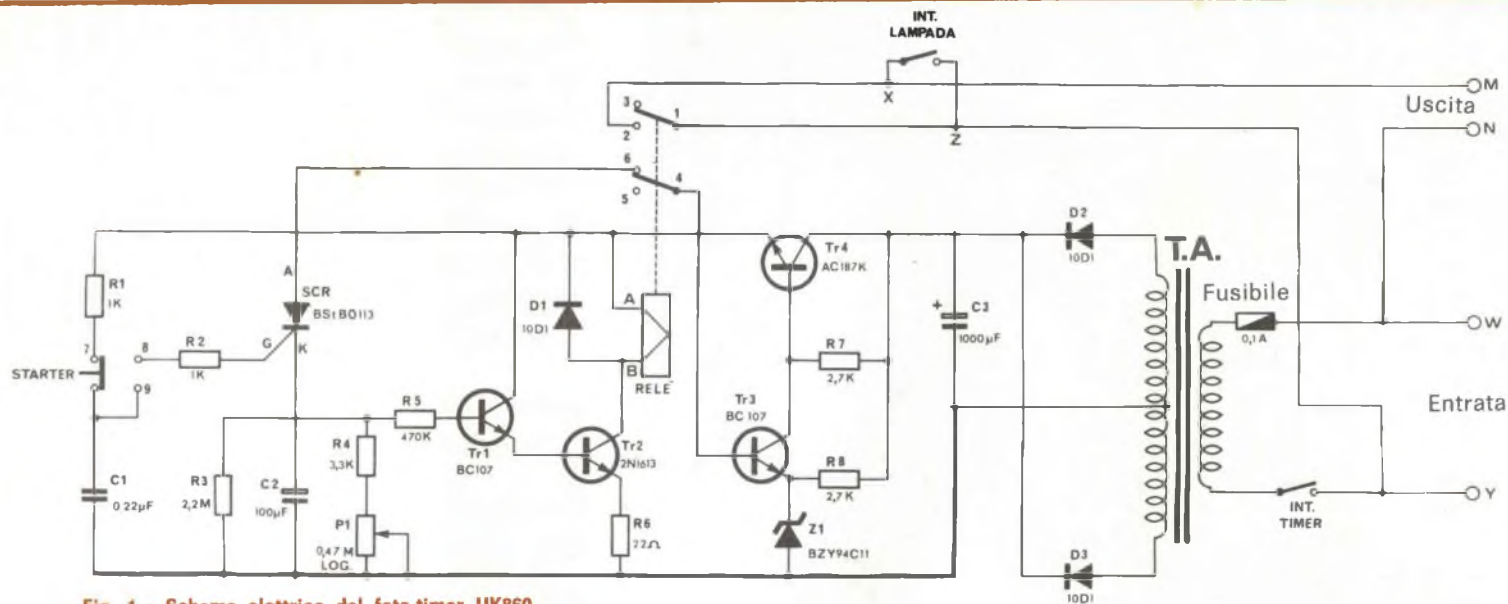

Fig. 1 - Schema elettrico del foto-timer UK860.
**Descrizione del circuito elettrico** - Come si può rilevare dallo schema elettrico, illustrato nella fig. 1, l'UK860 è costituito essenzialmente da un circuito temporizzatore. Esso comanda un relé che provvede a chiudere, per un determinato tempo, il circuito di alimentazione che fa capo alla lampada dell'ingranditore fotografico.